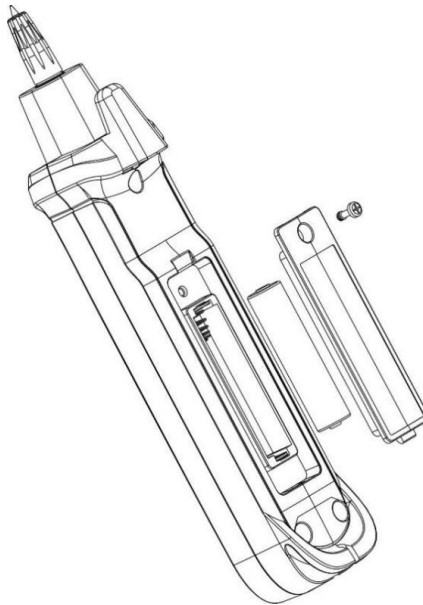

Figura 9
2. Installazione o sostituzione della batteria (Figura 9)